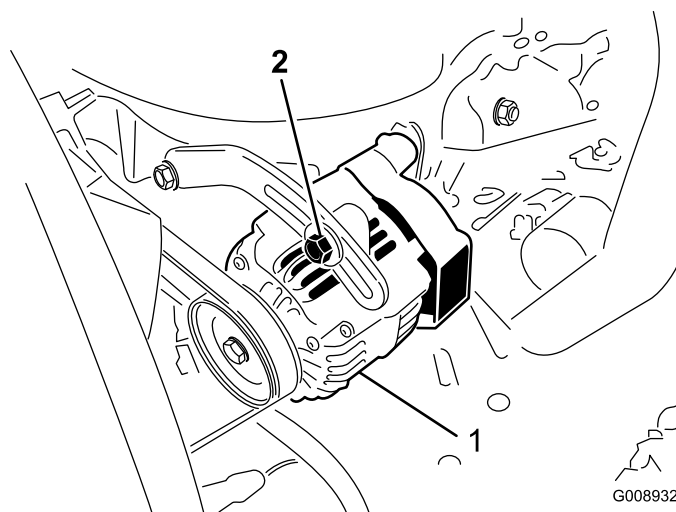

Figura 80
Verifique o estado e a tensão das correias (Figura 80) após cada 100 horas de funcionamento.
2. Se o desvio obtido não for igual a 10 mm, deverá libertar as cavilhas de montagem do alternador (Figura 80). Aumente ou diminua a tensão da correia do alternador e aperte os parafusos. Verifique uma vez mais a deslocação da correia para se certificar de que a tensão está correcta.